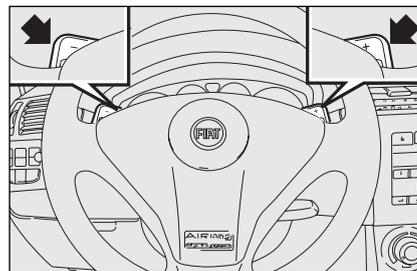

fig. 6
- attraverso i comandi al volante **fig. 6**, azionabili solamente quando la velocità della vettura è superiore ai 5 km/h.